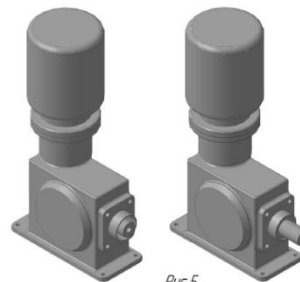

Рис.5
5. Механизм регулирования длины хода плунжера выставить на полный ход. Вращая ротор двигателя за крыльчатку, установить ползун в крайние положения и замерить расстояния между торцом ползуна и полостью стыковки кронштейна с редуктором (рис. 5, 6).